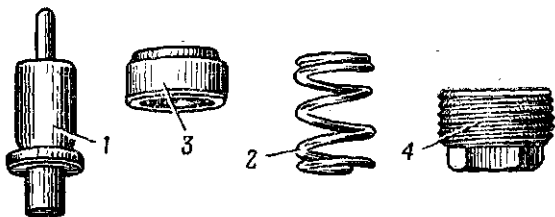

Рис. 19. Бойковый механизм:
**15. Бойковый механизм** (рис. 19) служит для разбивания капсюля-воспламенителя гра-